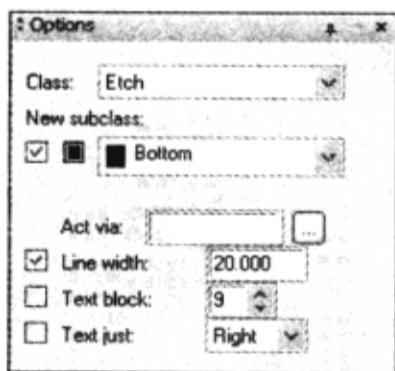

图 4-2-19 “Options” 页面设置
(1) 执行菜单命令“Edit”→“Change”，控制面板的“Options”页面设置如图 4-2-19 所示。